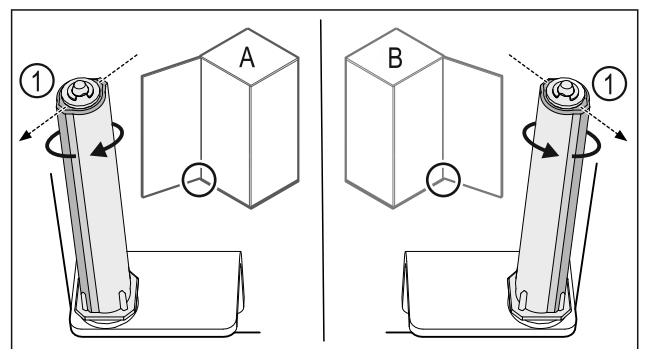

Fig. 29 Linksanschlag (A) / Rechtsanschlag (B)
- ▶ Schließsystem gegen den Widerstand drehen, bis der Steg des Schließsystems Fig. 29 (1) nach außen zeigt.